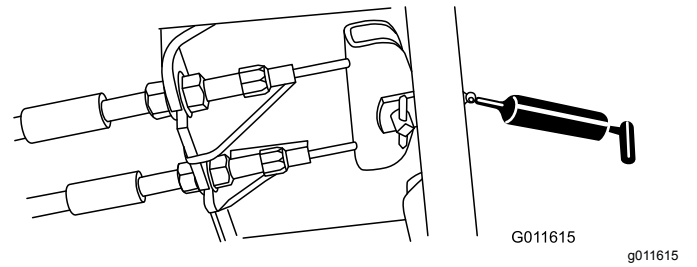

Figura 45
- Pedal de freno (1) (Figura 45)